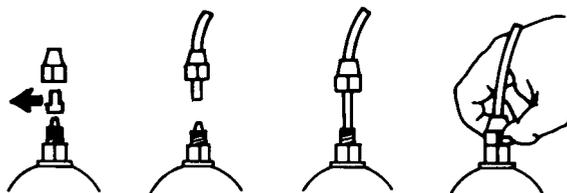

Fig. 7
e.- Retirar as duas cápsulas de proteção dos niples, inserir até o fundo as mangueiras nos espigões cônicos e travá-las com as respectivas porcas-trava de fixação (Fig. 7).